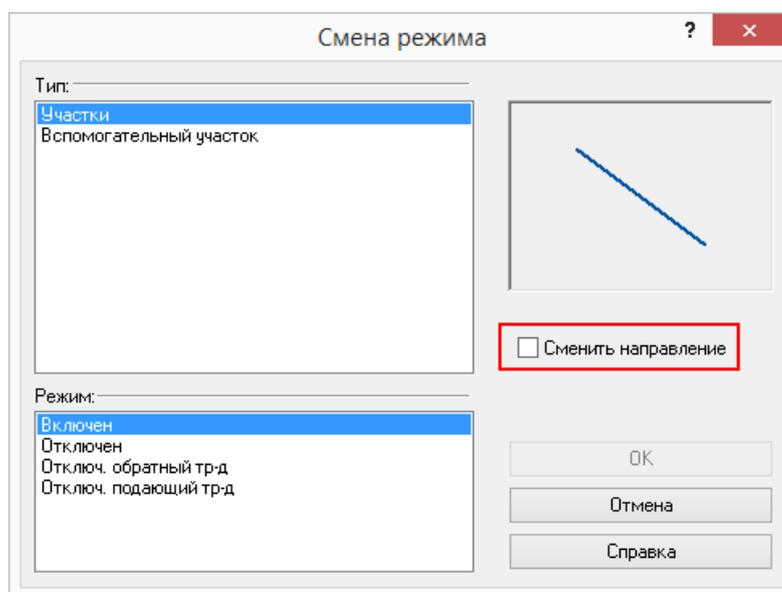

Рисунок 6.5. Смена режима для участка
2. Установить курсор на определенный участок и дважды щелкнуть левой клавишей мыши. На экране появится диалог Смена режима (см. Рисунок 6.5, «Смена режима для участка»).